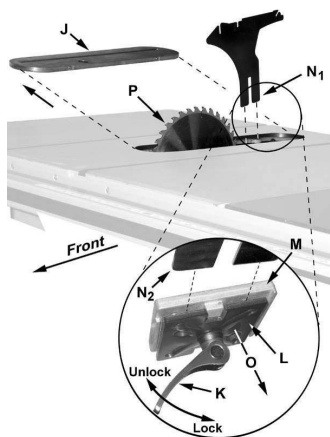

Рис. 8
3. Уберите вставку в столе (J).
4. Расположенный внутри стола и доступный через вставку быстрый зажим с ручкой (K) фиксации (рис. 8 вставка), разместить в положение разблокировки.
5. Накладной зажимной блок (L) имеет пружину (O) и отодвинется от фиксированного блока (M), оставляя зазор.
6. Вставьте нижнюю часть расклинивающего ножа (N1, N2), полностью в зазор между зажимом блоков (L, M), а затем зафиксируйте ручку (K).
7. Поставьте вставку (J) обратно в стол. Пильный диск и расклинивающий нож должен выступать через отверстие во вкладыше.
8. Установите анти-отдачу собачка (E), нажав и удерживая кнопку (D) быстро отпустите и вставьте фиксатор на собачку в соответствующий паз (F) на
Зажим блоков (L, M., рис. 8) отрегулирован на заводе, регулировка после установки защитного кожуха и расклинивающего ножа не требуется. Тем не менее, правильное положение расклинивающего ножа (стр. 14) является очень важным. Проверьте перед началом работы на столе, и последующей процедурой настройки, если необходимо.